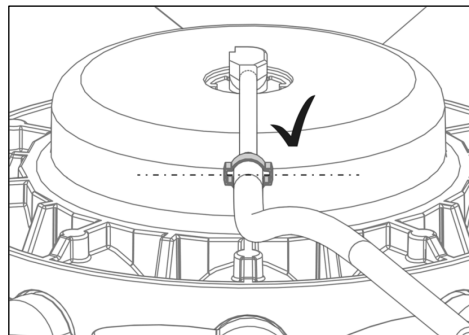

Bild 17
- 10) Placera slangklämman enligt bilden Bild 17.